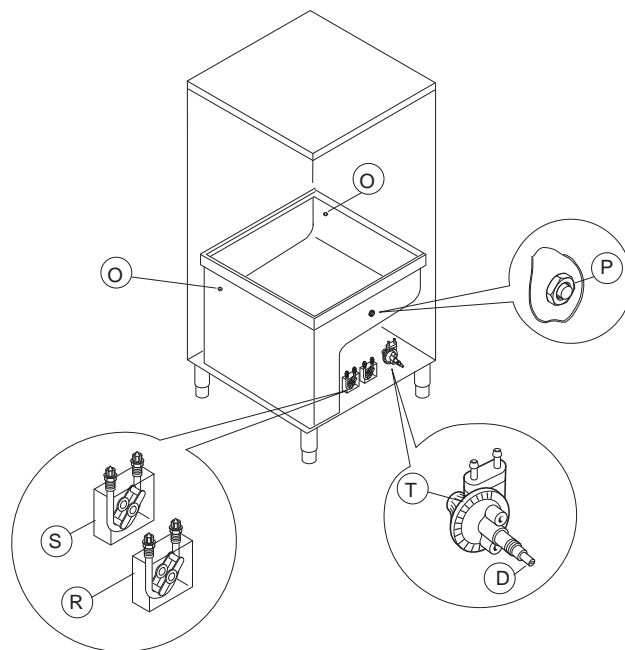

Fig. 12
1. Lavavajillas con bomba dosificadora de detergente incorporada (Fig. 12)
2. Lavavajillas con bomba dosificadora de abrillantador peristáltica incorporada (Fig. 12)
3. Lavavajillas con bomba dosificadora de membrana para abrillantador incorporada (Fig. 12)
Preajuste para dosificador automático de detergente (Fig. 12)
En las máquinas con boiler bajo presión el dosificador de membrana se puede activar manualmente apretando el tornillo “D” (Fig. 12).
Para modificar la dosificación actúe  sobre el tornillo "D" (Fig. 12).